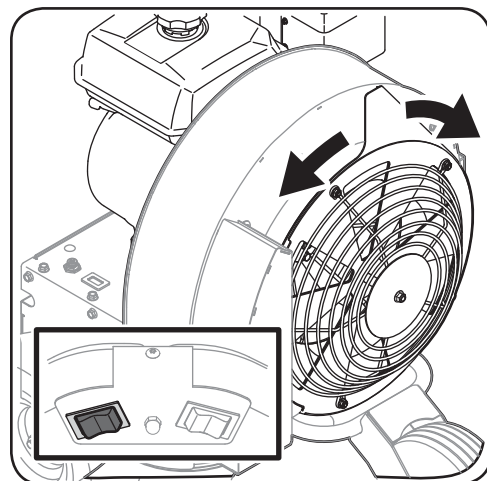

Figure 4-14
2. À partir de la position de l'utilisateur, trouvez l'interrupteur à bascule situé à gauche au centre de la poignée. Voir l'encadré dans la Figure 4-14.
3. Pour diminuer l'entrée d'air, appuyez sur la flèche gauche de l'interrupteur à bascule. Pour augmenter l'entrée d'air, appuyez sur la flèche droite. Voir l'encadré dans la Figure 4-14.